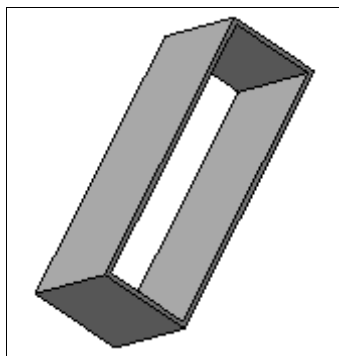

Рис. 17.15. Модель Корпус
- ◆ нажмите ЛК кнопку **Создать объект**, и система создаст вам модель тонкостенного корпуса (рис. 17.15). Сохраните его под именем **Корпус**.